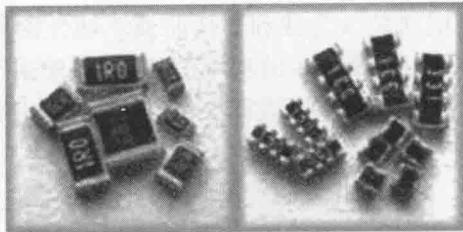

图 1-9 贴片电阻
(9) 贴片电阻 SMT(片式电阻)，是金属玻璃铀电阻的一种形式，它的电阻体是高可靠的钉系列玻璃铀材料经过高温烧结而成，特点是体积小、精度高、稳定性和高频性能好，适用于高精密电子产品的基板中（图 1-9）。其中，贴片排阻是将多个相同阻值的贴片电阻制作成一颗贴片电阻，目的是有效地限制元件数量，减少制造成本和缩小电路板的面积。